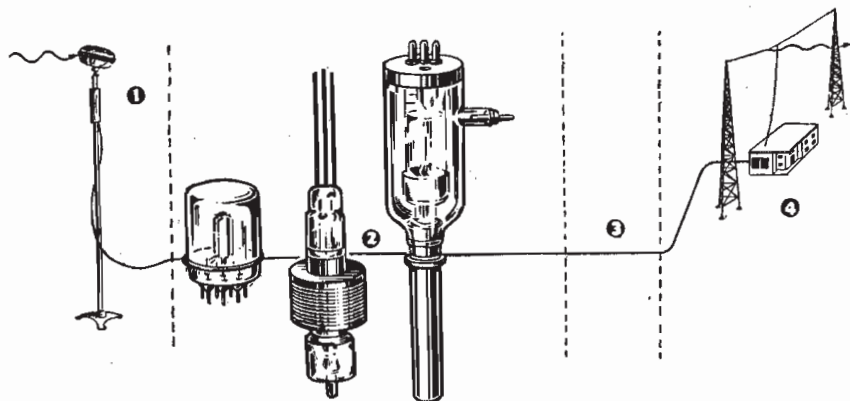

Fig. 1.3. - 1, Microfono. - 2, Valvole trasmettenti. - 3, Cavo coassiale di collegamento. - 4, Antenna trasmittente.
La fig. 1.3 indica a sinistra un microfono (1), seguito da tre valvole trasmettenti (2), dal cavo di collegamento (3) e, infine, dall'antenna trasmittente (4).
Tutti questi auditori, e con essi gli ambienti riservati agli uffici e ai servizi tecnici sono riuniti in un unico edificio, il palazzo della radio. Fuori città, a qualche chilometro di distanza, c'è poi il *trasmettitore* vero e proprio (4 in fig. 1.3), con l'*antenna trasmittente*. Il palazzo della radio in
CIASCUN auditorio possiede il proprio microfono (1 in fig. 1.3). Generalmente negli auditori vi è più di un microfono; basta un microfono per trasmettere un discorso, ma ne occorrono due per trasmettere la voce di un tenore con il relativo accompagnamento musicale, e ne occorrono cinque, e a volte anche più, per la trasmissione di un'opera lirica. In questo caso vengono collocati due microfoni vicino al direttore d'orchestra, uno per i primi e uno per i secondi violini, e un terzo